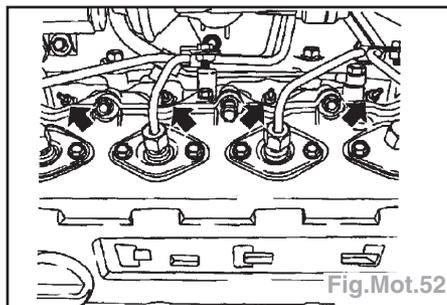

Fig.Mot.52
- Débrancher la fiche de faisceau et déposer les bougies de préchauffage (flèches) avec l'outil MK-6104 (Fig.Mot.52).